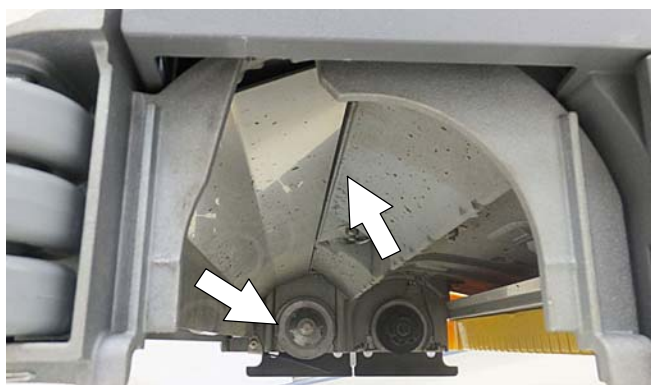

ABB. 111
3. Walzenbürstenkopf – Entfernen Sie die Schmutzanhäufungen an der Unterseite des Schrubbkopfes, einschließlich der Vorplatten und der Antriebsnaben (Abbildung 111).